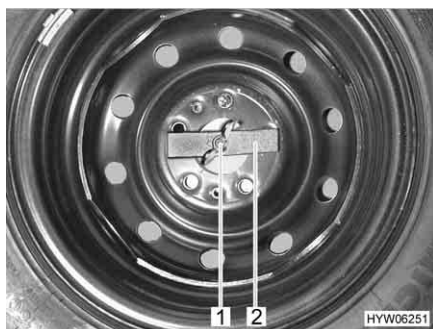

Fig. 140 Ruota di scorta nel gavone di coda
- Svitare manualmente il dado ad alette (Fig. 140,1) e rimuoverlo.
- Rimuovere la barretta di compressione (Fig. 140,2).